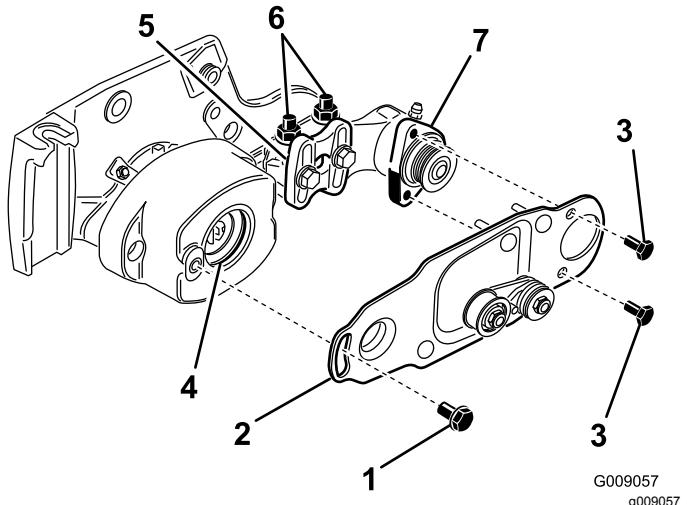

Figura 11
10. Aplique una película de grasa al interior del anillo de goma del alojamiento del cojinete (Figura 11).
11. Afloje, pero no retire, los pernos que sujetan el alojamiento del cojinete del cepillo de rodillo al soporte de montaje del cepillo de rodillo (Figura 11).
12. Instale la placa de pivotación del cepillo del rodillo (Figura 11).
13. Aplique Loctite 243 (azul) en los 2 pernos de 5/16" x $\frac{5}{8}$ " y utilícelos para montar la placa del cepillo en el alojamiento del cojinete del cepillo de rodillo (Figura 11).
del cepillo de rodillo a la chapa lateral de la unidad de corte (Figura 11).
- Gire el alojamiento del cojinete del cepillo del rodillo hasta que quede paralelo a la chapa lateral de la unidad de corte (Figura 11).
- Apriete las 2 contratuerzas con arandela prensada que sujetan el soporte de montaje del cepillo de rodillo a la chapa lateral de la unidad de corte (Figura 11).
18. Aplique Loctite 243 (azul) al perno de cuello largo (Figura 11). Sujete la placa del cepillo al alojamiento del cepillo del rodillo con el perno de cuello largo. (Figura 11).